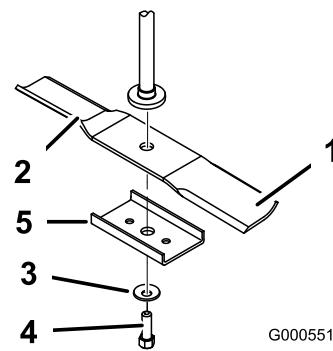

Figure 35
Tenez la lame à son extrémité avec un chiffon ou un gant épais. Enlevez de l'axe, le boulon, la rondelle bombée, le renfort et la lame (Figure 35).
1. Placez la lame sur l'axe (Figure 35).
2. Montez le renfort, la rondelle bombée (face concave vers la lame) et le boulon de lame (Figure 35).